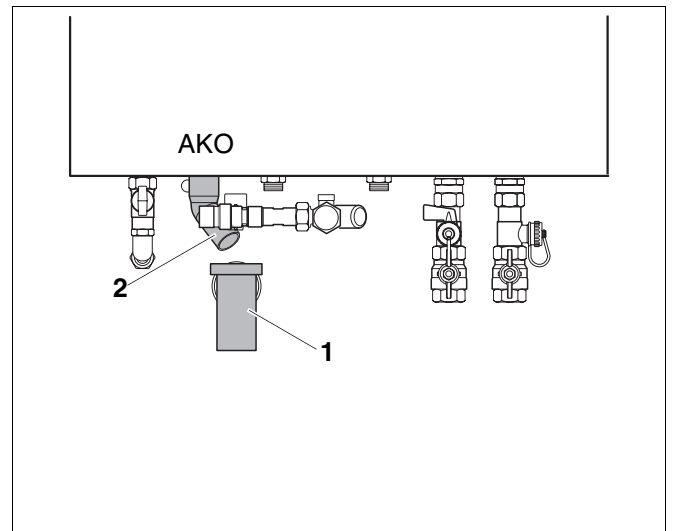

Abb. 19 Trichtersiphon montieren
- Anschlussverschraubung des Trichtersiphons (Abb. 19, **Pos. 1**) an das Abflussrohr montieren.
- Trichtersiphon (Abb. 19, **Pos. 1**) mit Rosette montieren.